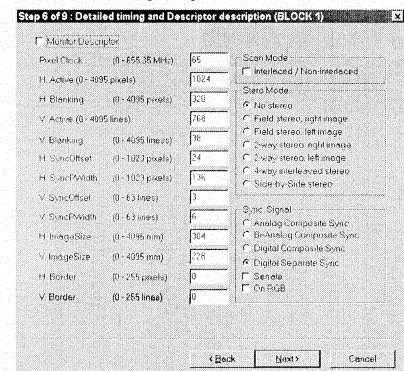

Fig. 19
- Click Next, bring up Fig. 19.